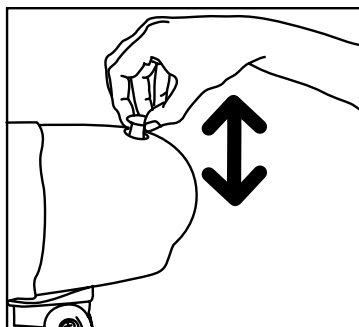

Fig. 5
- Para que el ventilador comience a funcionar pulse la tecla ON/OFF (10), comenzará en la posición mínima de velocidad. Cada vez que pulse de nuevo esta tecla aumentará la velocidad de mínima a media y de media a máxima.
- Para parar el ventilador pulse la tecla ON/OFF (10) cuando esté en la posición máxima de velocidad.
- Para hacer oscilar el ventilador horizontalmente presione el botón (9); para detenerlo, tire de él con suavidad. **Fig 5**
- El ventilador permite también una inclinación vertical de 45°. Regule esta inclinación presionando suavemente sobre la parte superior del eje del motor (7) hacia delante o hacia atrás.